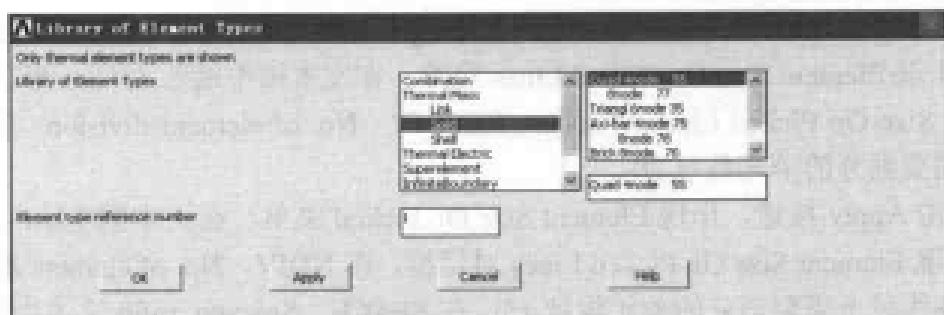

图 9-36 单元类型列表对话框
(1) 选择 Main Menu | Preprocessor | Element Type | Add/Edit/Delete 命令，出现 Element Types 对话框，单击 Add 按钮，出现 Library of Element Types 对话框，在 Library of Element Types 列表框中选择 Thermal Solid Quad 4node 55 选项，在 Element type reference number 文本框中输入 1，如图 9-36 所示，单击 OK 按钮，关闭该对话框。